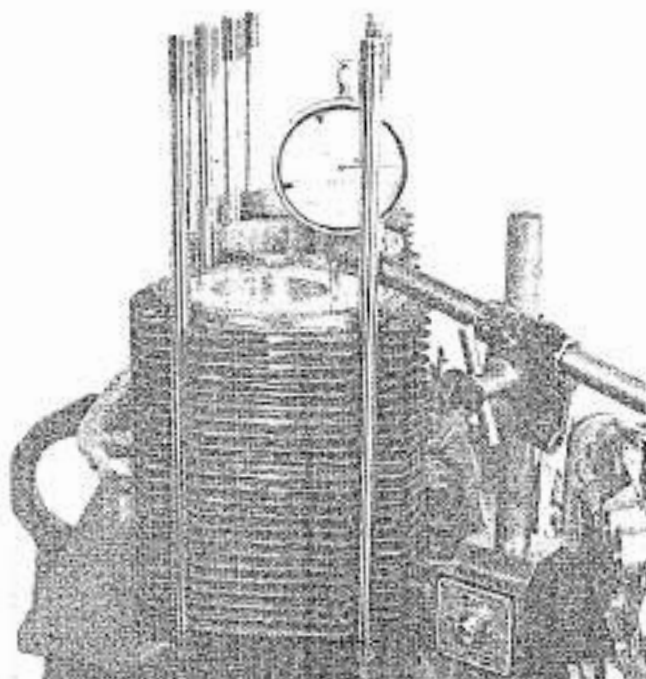

FIG. 34 - Contrôle de la distance entre la tête du piston et le plan d'appui de la culasse
- Contrôler si la tête du piston au P.M.H. est plus basse de 0,5+0,8 mm que le plan d'appui des joints de culasse après blocage du cylindre en position de montage (Fig. 34).